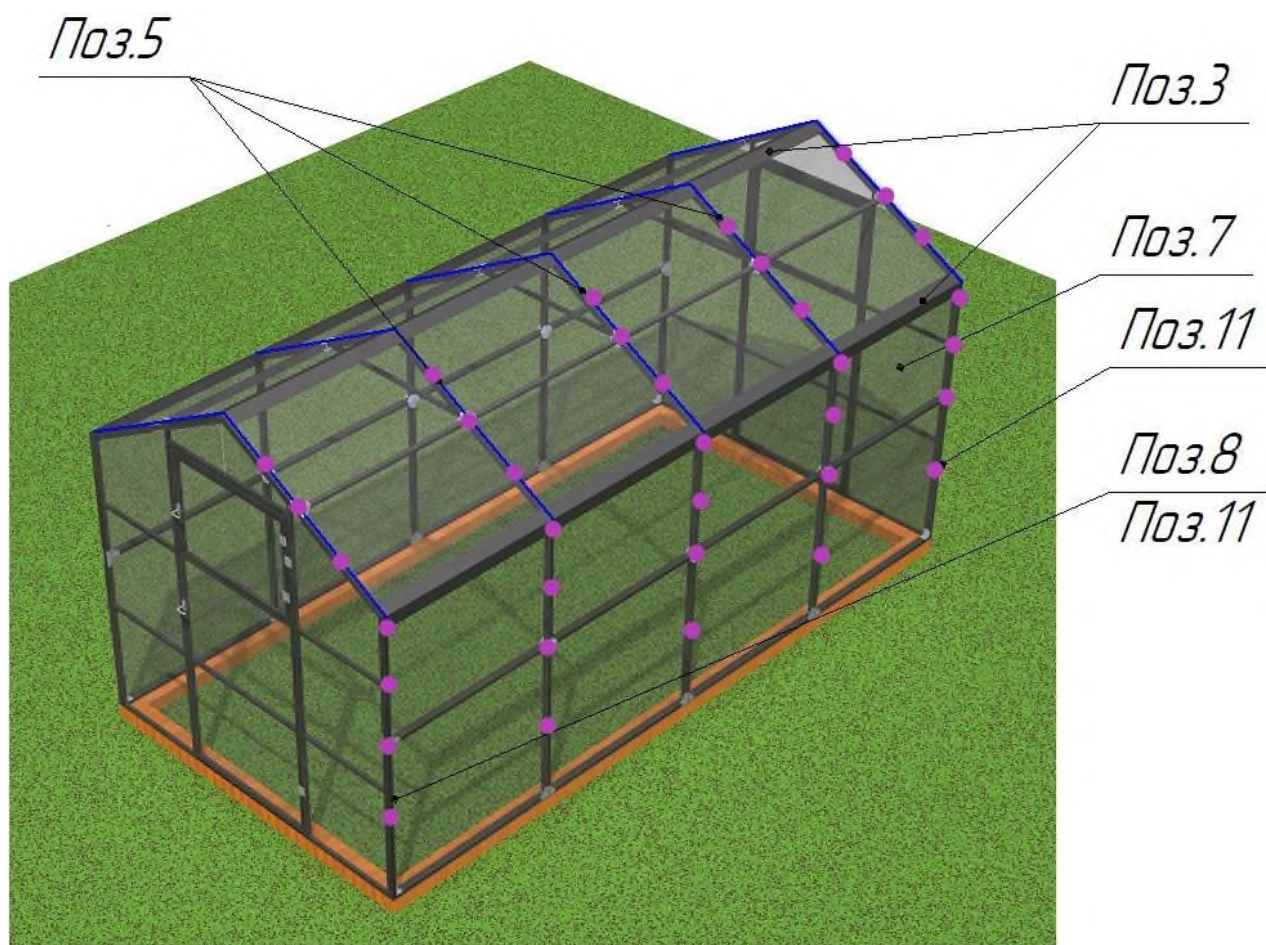

Рис.11 Монтаж поликарбоната
15. Установить и зафиксировать на конструкцию поликарбонат Поз.7 с помощью саморезов с пресс шайбами Поз.11 и оцинкованной стяжной ленты Поз.5 (рис.11).